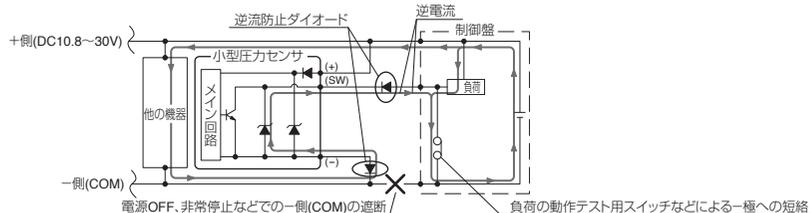

図2
- 本製品と同じ電源に他の機器が接続されている場合、一側(COM)が遮断した状態で負荷の動作テスト用スイッチなどによりSW 出力端子を一極と短絡させると、スイッチ出力回路に逆電流が流れ、センサが破損します。このような回路でご使用になる場合は、一側の電源線か、SW 出力線上に逆流防止のダイオードを図2の向きで設置してください。